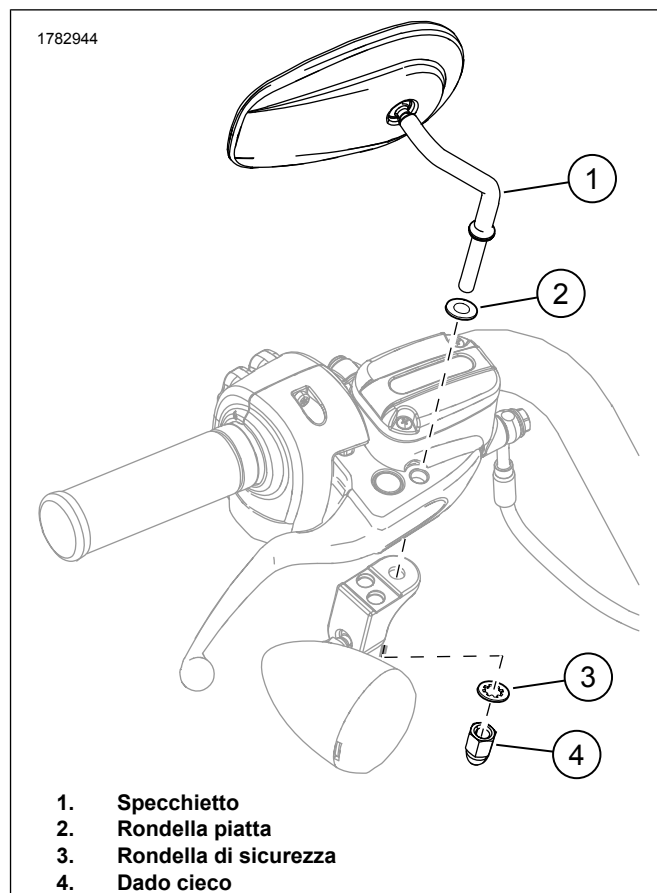

Figura 2. Gruppo dello specchietto
2. Vedere la figura 2. Installare la rondella piatta (2) sul prigioniero dello specchietto.
3. **Veicoli con indicatori di direzione montati sulla parte inferiore delle sedi delle leve (tranne i modelli XL 2004 e anni successivi):** Fissare lo specchietto usando la rondella di sicurezza (3) e il dado cieco (4) del kit.
- b. Fissare lo specchietto con la rondella piatta (2), la rondella di sicurezza (3) e il dado cieco (4).